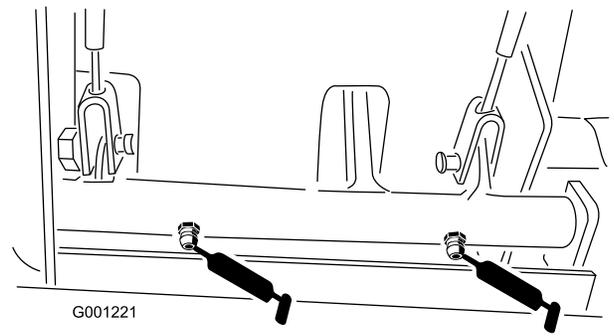

Figura 38
- cavi dei freni (lato ruota motrice e pedale del freno) (Figura 38)
- boccole girevoli del freno (Figura 38)